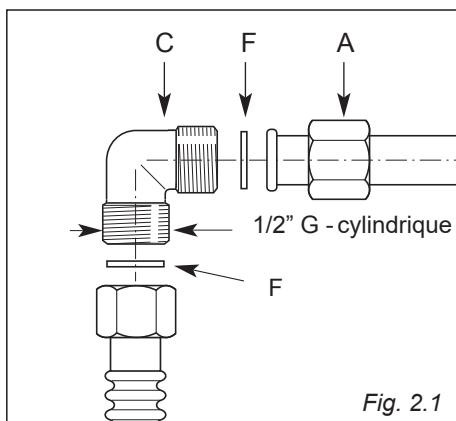

Fig. 2.1
Le groupe raccordement (fig. 2.1) se compose de:
- Les joints "F" (fig. 2.1) sont les éléments de garantie de l'étanchéité du branchement au gaz. Il est conseillé de les remplacer lorsqu'ils présentent la moindre déformation ou imperfection.